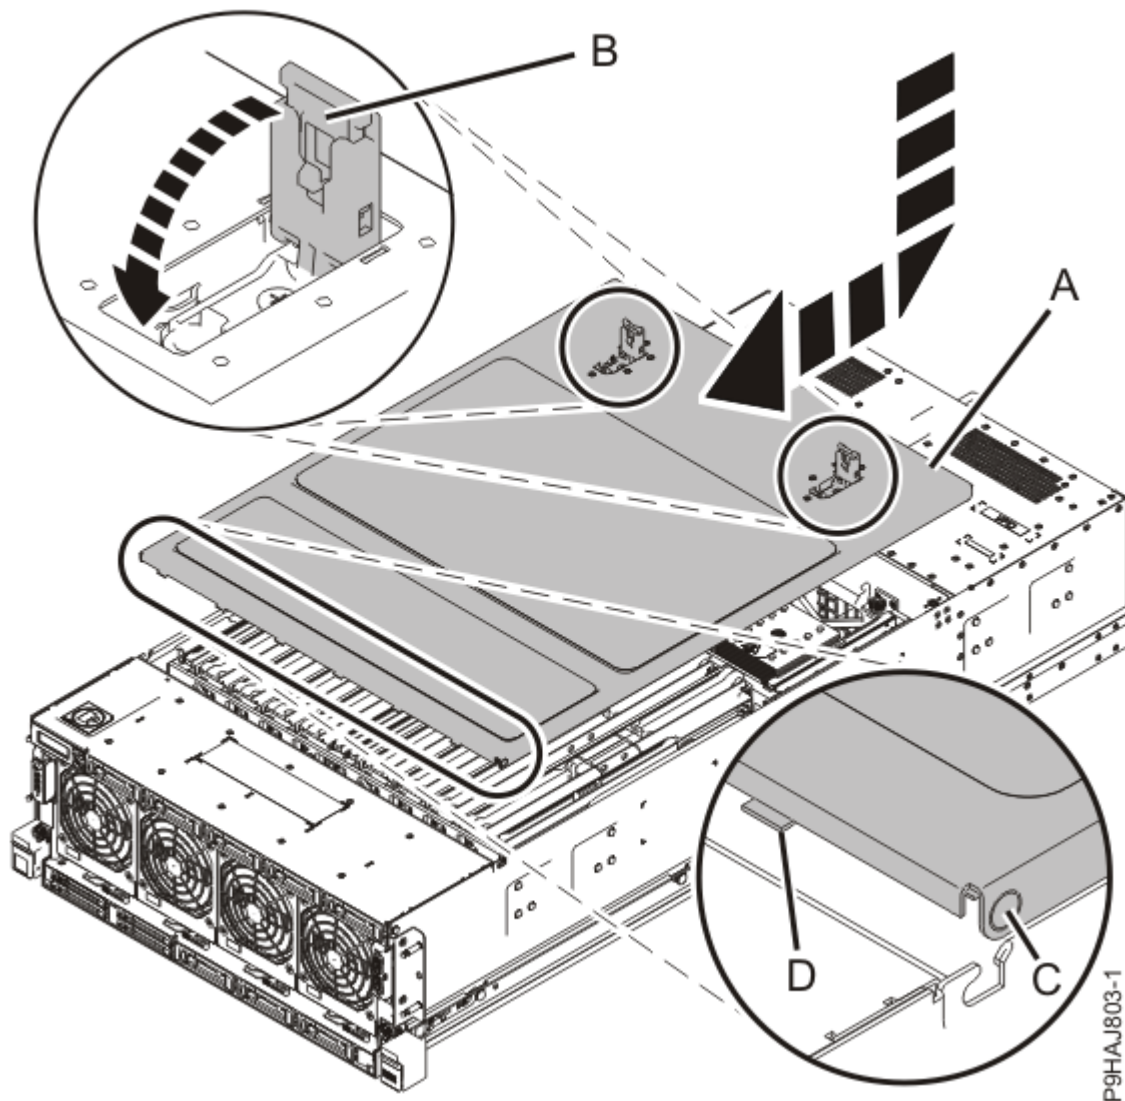

Figura 22. Instalarea capacului de acces pentru service
- a) Glisați capacul **(A)** în unitatea sistem, așa cum se arată în Figura 22 la pagina 23.
- b) Închideți zăvoarele de eliberare **(B)** împingându-le în direcția arătată în Figura 22 la pagina 23.